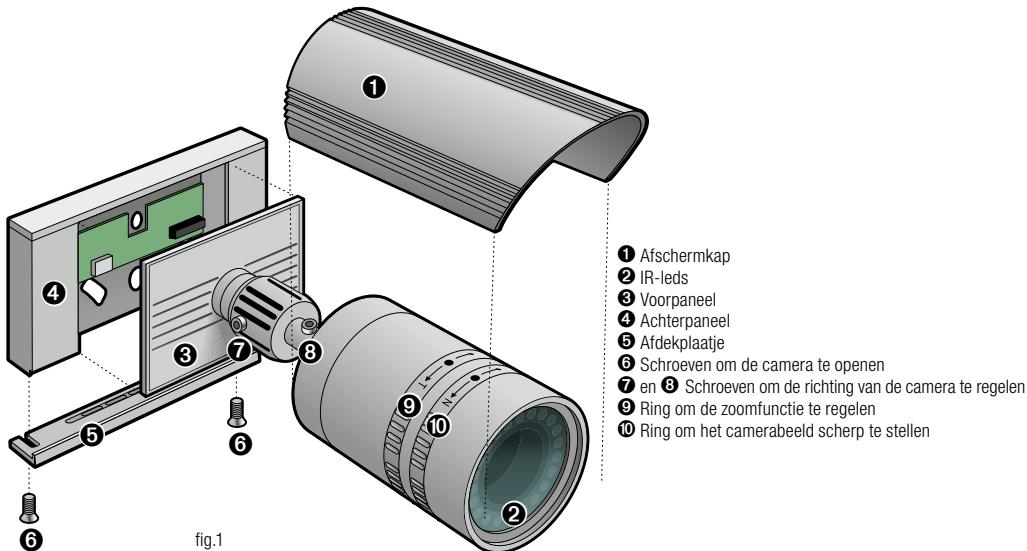

fig.1
- 1 Draai de schroef los (fig.1⑦) en zwenk de camera in de juiste richting.
- 2 Draai de schroef los (fig.1⑧) en draai de camera. Zorg ervoor dat je beeld horizontaal blijft.
- 3 Draai aan de ring (fig.1⑨) om in of uit te zoomen.
- 4 Draai aan de ring (fig.1⑩) om het beeld scherp te stellen.